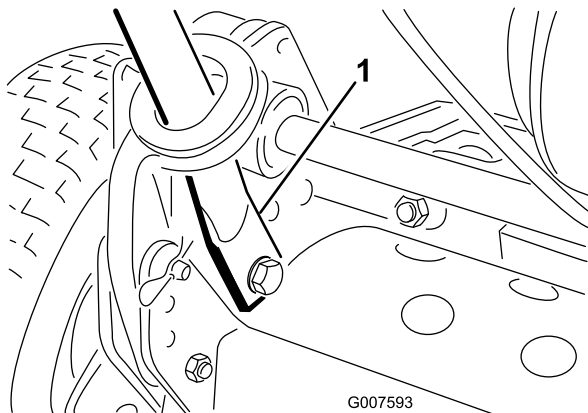

Figura 3
5. Premete verso l'interno le estremità della stegola e montatele sui perni di montaggio (Figura 3).
6. Fissate le estremità della stegola ai perni di montaggio tramite i bulloni, le rondelle e le rondelle di sicurezza precedentemente rimossi (Figura 3).
7. Fissate la base dei bracci della stegola su ciascun lato del tosaerba tramite i bulloni e le rondelle di sicurezza precedentemente rimossi (Figura 3). Montate le boccole nei fori di montaggio dei bracci della stegola.
8. Fissate con sicurezza i bracci della stegola sul retro dell'intelaiatura utilizzando le coppiglie a forcina ed i perni ad anello tolti in precedenza (Figura 3).